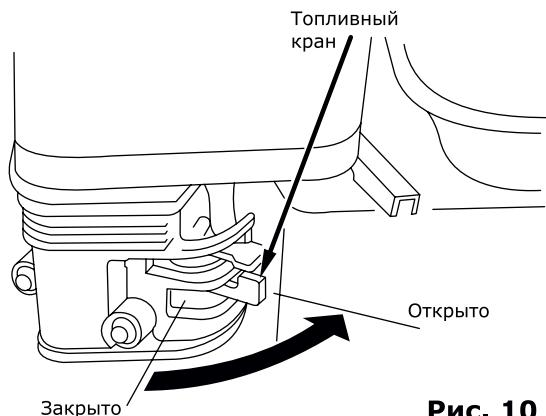

Рис. 10
- Проверьте топливный кран в положение «Открыто» (рис. 10)